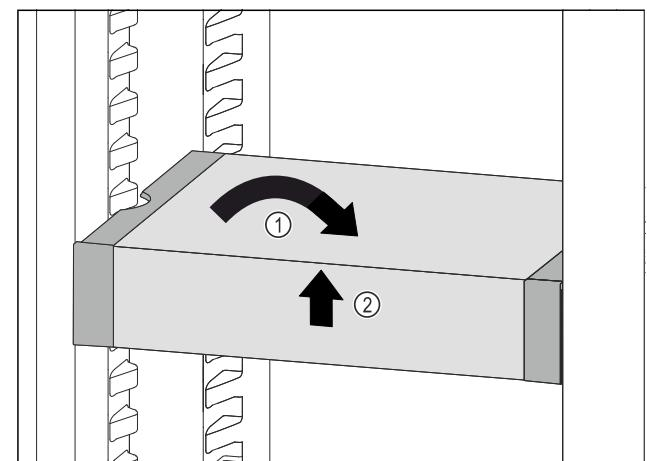

Fig. 101
- VarioSafe gerade stellen. Fig. 101 (1)
- VarioSafe vorne anheben. Fig. 101 (2)